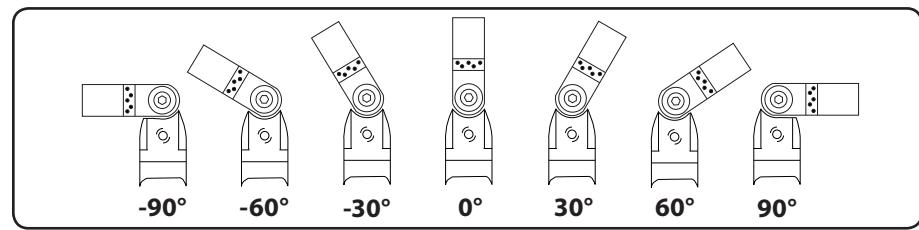
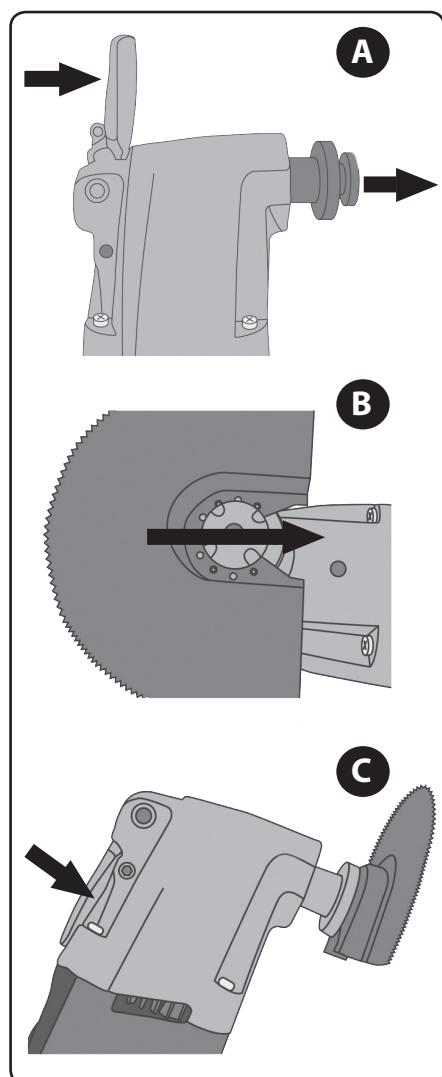

Abb.7
Abb.11
- Bei diesem Modell setzen Sie das Einsatzwerkzeug auf den Gerätespannkopf so auf, dass die Dorne am Spannkopf in die Bohrungen im Spannteil des Werkzeugs einrasten, die ringförmig angeordnet sind, wobei das Werkzeug auf den Spannkopf im Winkelbereich von -90°- 0°- +90° je nach Bedarf zur Erleichterung des Zugangs zu einer schwer erreichbaren Stelle aufgesetzt werden kann, siehe Abb.7.
- Schieben Sie das Werkzeug mit seiner Nut in das Spannsystem des Gerätes, drehen Sie es in den gewünschten Winkel (siehe Abb.7) und platzieren Sie es so, dass die Dornen in die Öffnungen im Spannbereich des Einsatzwerkzeugs einrasten, siehe Schritte A bis C auf dem Bild 11.**